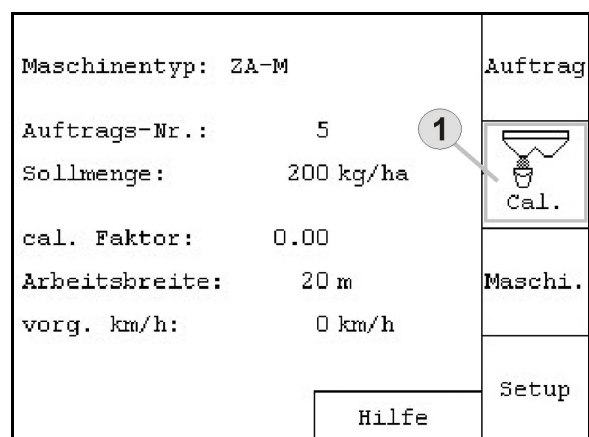

Fig. 65
- Hauptmenü: Menü Kalibrieren aufrufen (Fig. 65/1).